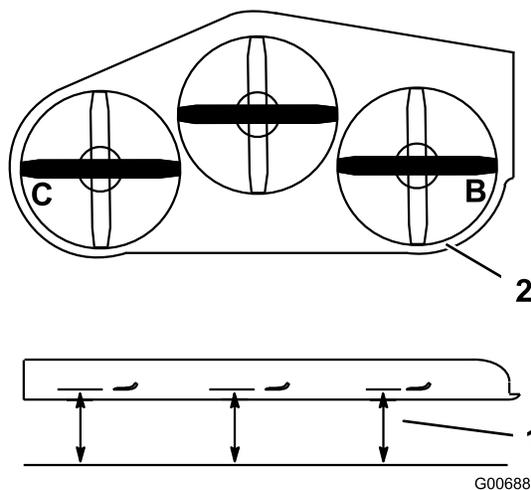

Figure 70
1. Tournez la lame **droite** latéralement (Figure 70).
2. Mesurez la distance au point **B** entre la surface plane et le tranchant de la pointe de la lame droite (Figure 70).
4. Tournez la lame gauche dans le sens transversal (Figure 70).
5. Mesurez la distance au point **C** entre la surface plane et le tranchant de la pointe de la lame gauche (Figure 70).